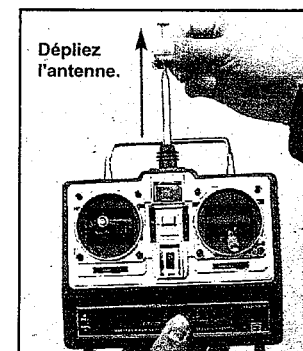

Fig. 7
C. Vérifiez que l'antenne soit bien vissée dans le boîtier de l'émetteur et qu'elle soit complètement dépliée (Fig. 7).